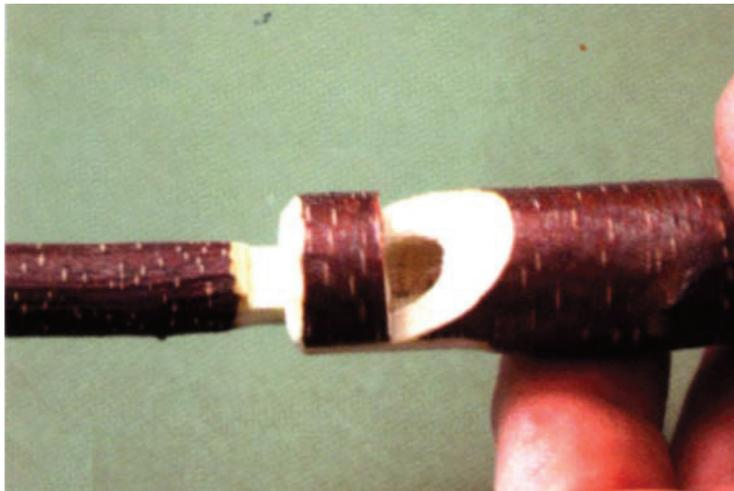

Figure A-9 Insérer le goujon dans le trou
8. Insérer le goujon dans le trou, le côté plat vers le haut, jusqu'au bord du trou (voir figure A-9).